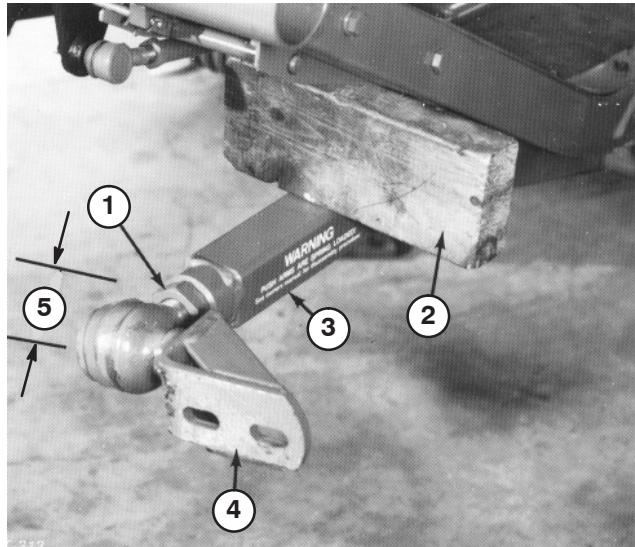

Bild 20
- Ein Helfer sollte den linken Schubarm nach unten drücken. Setzen Sie dann einen 51 x 102 mm Holzblock zwischen den Rahmen und der Oberkante des Schubarms (Bild 20). Drehen Sie das Kugelgelenk in den linken Schubarm, bis die Mitte des Kugelgelenkes 60 mm von der Vorderseite des Schubarms entfernt ist (Bild 20). Ziehen Sie die Klemmmutter nicht an.